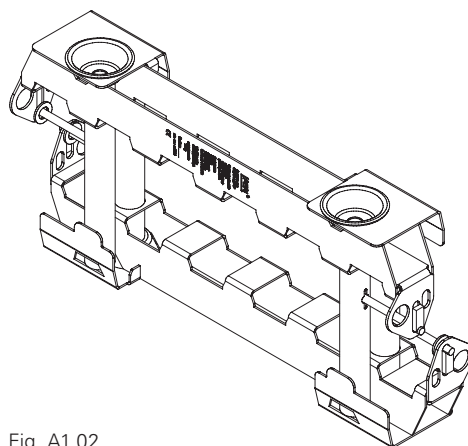

Fig. A1.02
- Per lo stoccaggio temporaneo, inserire uno nell'altro due accatastatori GF. (Fig. A1.02)